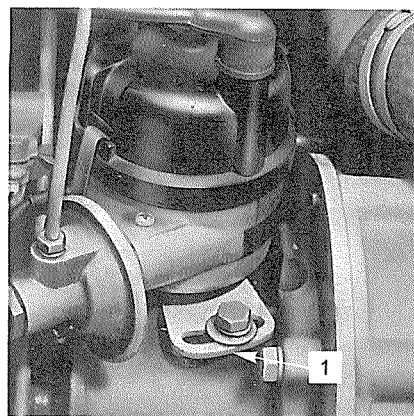

Figure 65 Plateau de réglage de l'avance
5. Desserrez le boulon du plateau au pied de l'allumeur, Figure 65, et faites tourner le corps de l'allumeur en sens inverse du rotor jusqu'à ce que les contacts commencent à s'écarter, puis rebloquez le plateau.